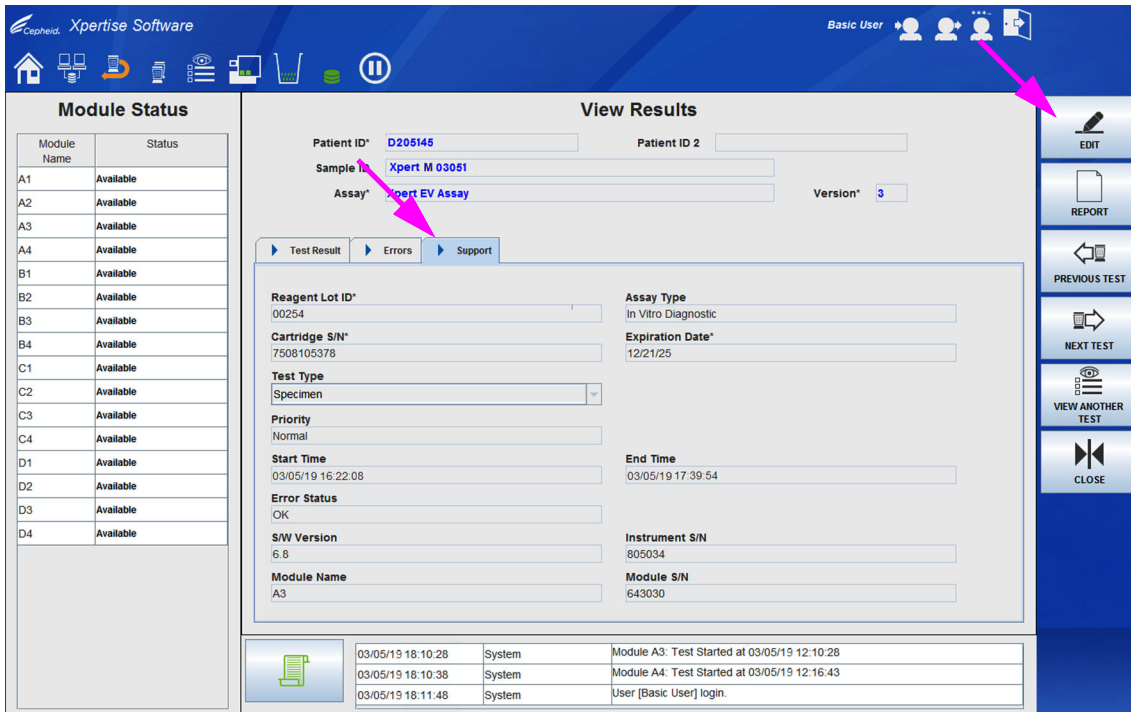

Figura 5-66. Área de trabalho View Results (Ver resultados) – Separador Support (Assistência) (vista de utilizador Básico)
O separador Support (Assistência) da área de trabalho View Results (Ver resultados) fornece informação adicional sobre um teste. Ver Figura 5-66.
O separador Support (Assistência) mostra a seguinte informação adicional sobre o teste. Ver Figura 5-66.
1. Selecione o botão **EDIT (EDITAR)** para ativar a área de trabalho. Ver Figura 5-66.